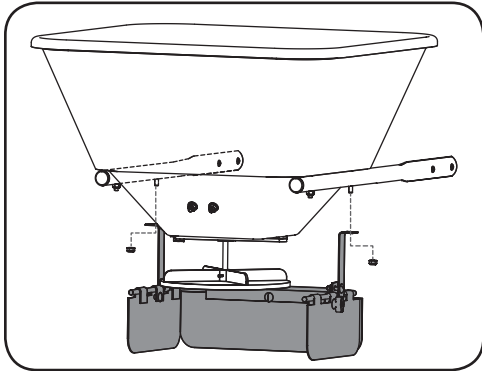

Figure 2-9
- Alignez le déflecteur vers le haut de sorte que l'ouverture dans les plaques déflectrices soit tournée vers l'arrière. Fixez le déflecteur sur les boulons de la trémie ou du cadre avant avec deux écrous hexagonaux provenant du jeu de quincaillerie 3032810. Consultez la Figure 2-9.